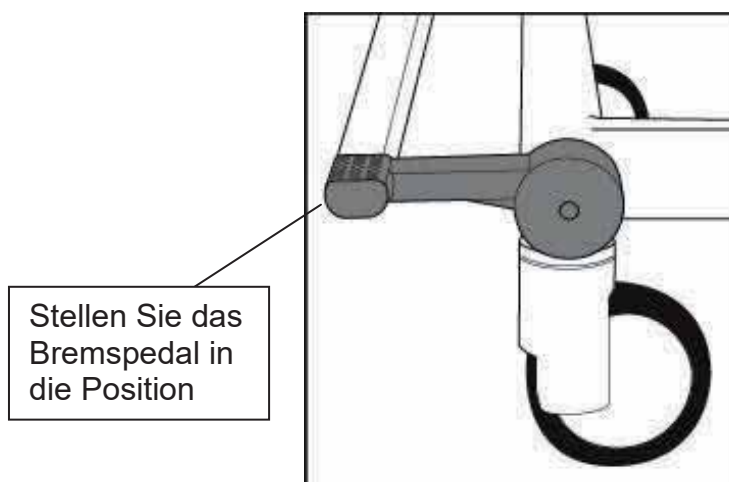

Abb. 2 - Position „Bewegen“
2. Überprüfen Sie, ob die Bremsen gelöst sind und die Bremspedale sich in der Position „Bewegen“ befinden. **(Siehe Abb. 2)**